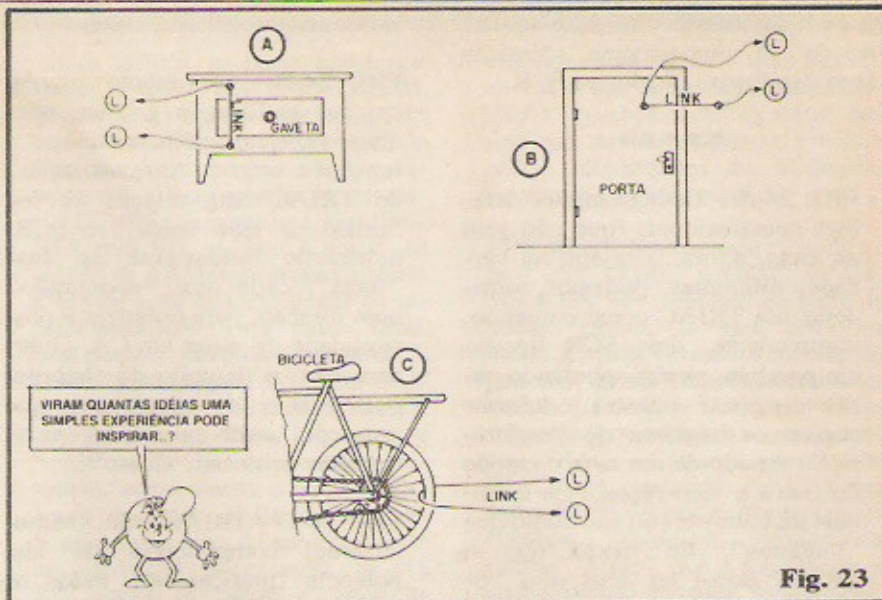

Fig. 23
- FIG. 23 - SEQUÊNCIA DA EXPERIÊNCIA - Conforme foi dito, o tal **link** funciona como uma espécie de sensor... É um simples condutor (percorrido, normalmente, por baixíssima corrente...) que, ao ser rompido (quebrado) devido a qualquer esforço mecânico, ocasiona o "disparo" do circuito! Observando novamente as figuras 21 e 22, o Leitor/"Aluno" recordará que o SCR, para entrar em condução pleno, precisa de um "impulso" de polaridade **positiva** no seu terminal de **gate**... Notem que o terminal G encontra-se, em "espera", aterrado, ou negativado, pela própria ação do **link**...
mente, alguns de Vocês objetarão que: não devia ser ligado o terminal G à linha do **negativo** (já que foi dito que uma polarização **negativa** de gate pode causar dano ao SCR...). Explicamos: o **gate G não pode ficar negativo** com relação ao catodo. No caso do **link** entre G e K, a única consequência é colocar-se o **gate** no **mesmo potencial** de catodo! Dois pontos sob o **mesmo** potencial ou nível de tensão (e sob a mesma polaridade...) não admitem, entre eles, circulação de Corrente, e assim não há possibilidade de dano ao componente! Quanto a utilizações práticas do **link**, os itens "A", "B" e "C" da fig. 23 dão algumas interessantes "dicas":
Notem que, em qualquer dos exemplos aplicativos da fig. 23, o fio sensor (**link**) pode (e deve...) ser bem fininho, quase "invisível" (a corrente que normalmente por ele passa está na casa dos mi-